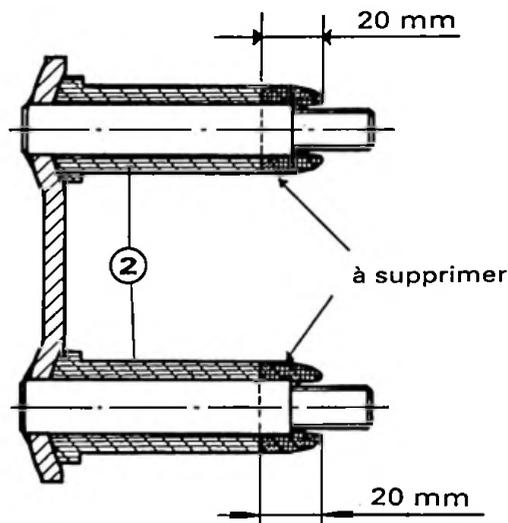

Fig. 2
**NOTA** : S'assurer du bon état des silentblocs (2), sinon prendre quatre jumelles neuves (ZF 04 479 223) dont deux jumelles serviront à l'étape (b).
a) Couper les silentblocs (2) de 20 mm (fig. 2) :